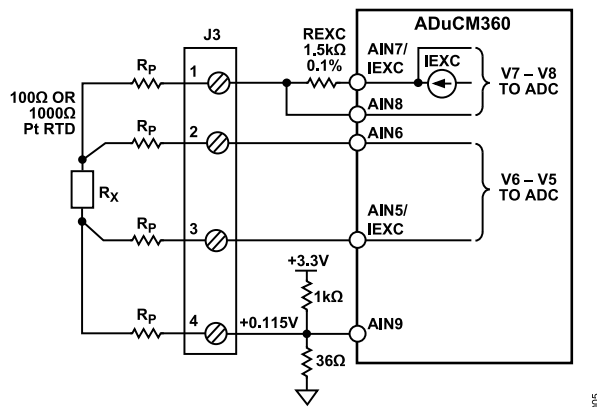

Рисунок 7. Конфигурация для 4-проводного подключения RTD
Рисунок 7 показана конфигурация для 4-проводных термометров сопротивления.
- а. 4-проводной RTD (см. Рисунок 7): Соедините четыре провода по парам в соответствии с их цветом (или другой идентификационной характеристикой). Подключите одну пару проводов к контактам J3 1 и 2, а другую пару — к контактам J3 3 и 4. К каждому контакту должен быть подключен только один провод.